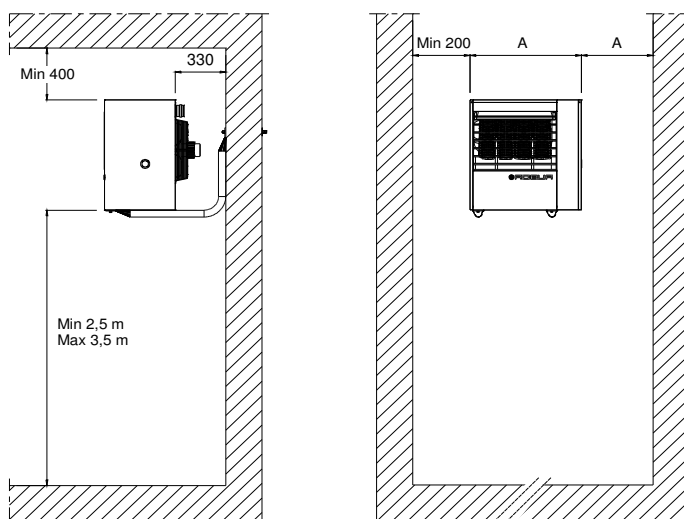

Abb. 14 – Mindestabstände
- Der Abstand zwischen der Rückseite des Warmlufterzeugers und der Wand muss einen ausreichenden Lufteintritt ermöglichen (mind. 330 mm). Der Mindestabstand von den Seitenwänden ist in Abb. 14 auf Seite 43 angegeben.
- Der optimale Bodenabstand bis zur Basis des Warmlufterzeugers beträgt 2,5 - 3,5 m (siehe Abb. 14 auf Seite 43). Von Bodenhöhen unter 2,5 Meter wird abgeraten, da der austretende Luftstrom störend auf das im Raum befindliche Personal wirken könnte.